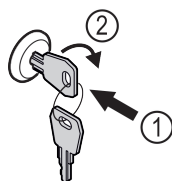

Fig. 143 Simbolična slika
- Vstavite ključ Fig. 143 (1).
- Ključ obrnite v smeri urnih kazalcev za 90° Fig. 143 (2).